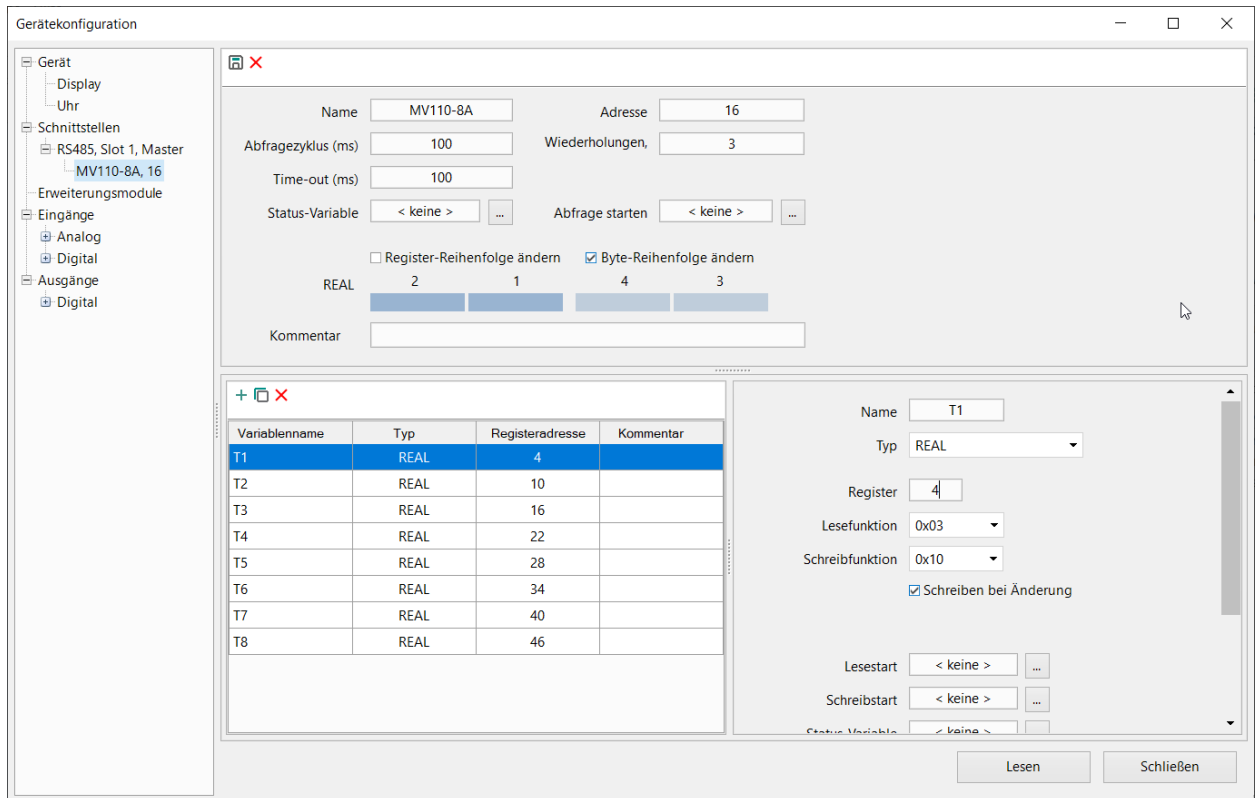

Abb. 3. Netzwerkvariablen erstellen
7. Klicken Sie auf den neuen Slave, um dessen Konfigurationsmaske zu öffnen und die gewünschte Anzahl von Variablen anzulegen (Abb. 3). Die Adresse des Gerätespeicherregisters, dessen Wert die Variable verwenden soll, finden Sie in der Tabelle "Modbus-Register" im MV110-8A Gerätehandbuch.